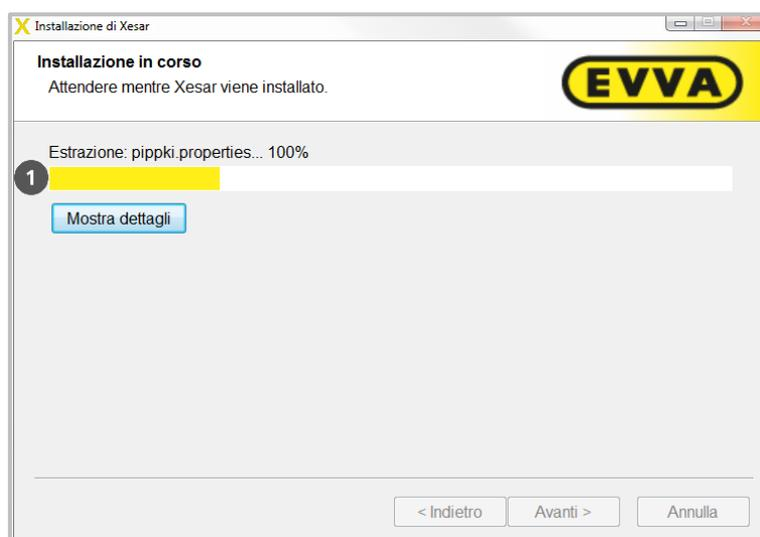

Figura 36: Installazione di Xesar
Il software Xesar viene adesso installato; l'avanzamento dell'operazione viene indicato da una barra apposita ❶ (Figura 36: Installazione di Xesar).